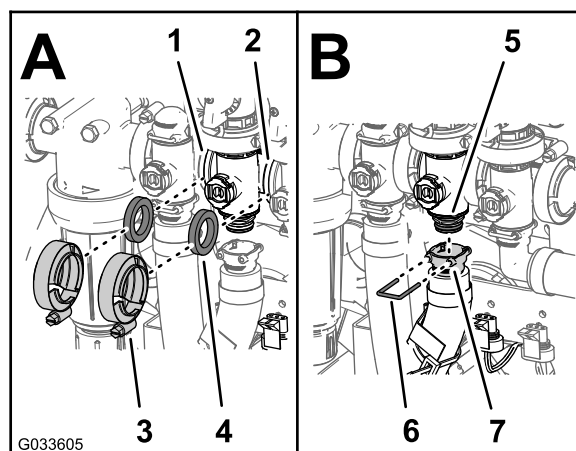

Figura 128
- Monte a válvula de derivação de agitação, junta e coletor da válvula de agitação com uma braçadeira de flange e aperte bem à mão (Figura 128).